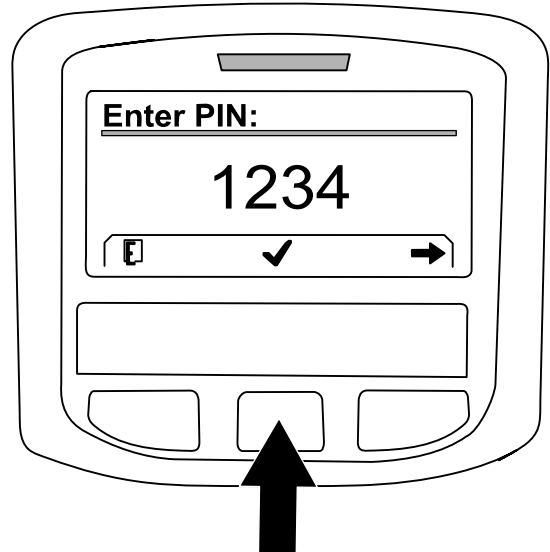
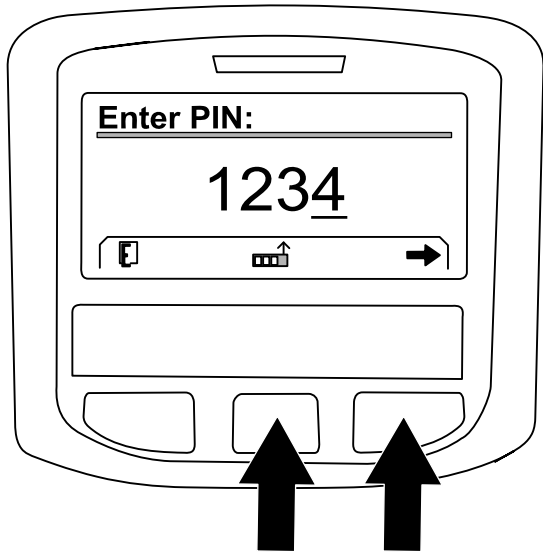

Figura 231
Figura 230
- A. Pulse el botón central las veces que sea necesario para introducir el número del código PIN que corresponde a la posición de la izquierda (Figura 230).
- B. Pulse el botón derecho para desplazarse al número siguiente del código PIN (Figura 230).
- D. Cuando termine de introducir los números del código PIN, pulse el botón derecho (Figura 230) y luego el botón central para introducir el código PIN (Figura 231).